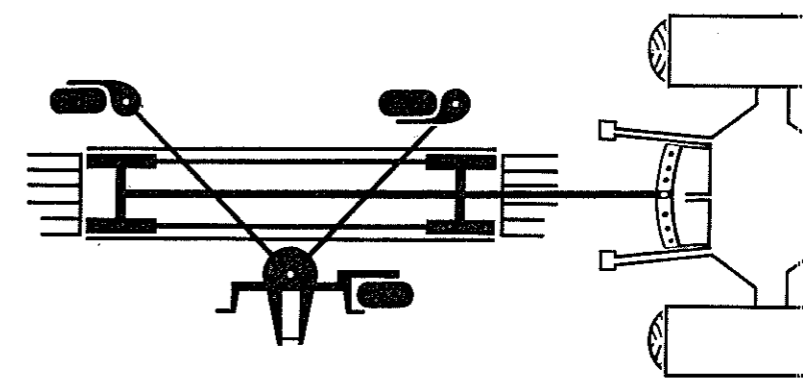

FIG. 9
■ 5) Position de transport (voir fig. 9)